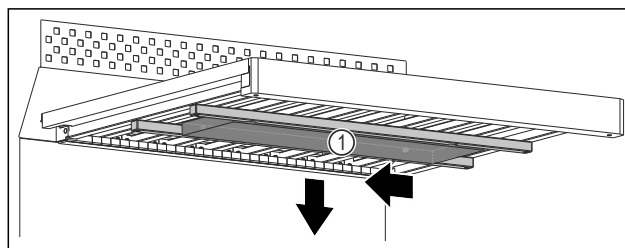

Fig. 111
- Wasserbox Fig. 111 (1) nach links schieben.
- Wasserbox Fig. 111 (1) nach unten entnehmen.